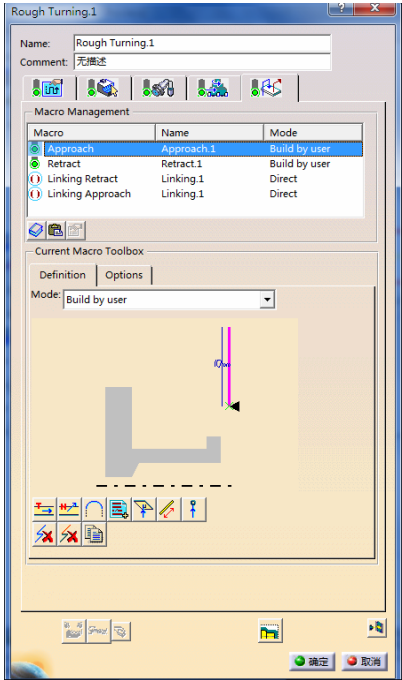

图 7-87 设置 “Approach” 参数 (3)
- 在“Macro Management”区域中的列表框中选择“Approach”，单击鼠标右键，在弹出的快捷菜单中选择 Activate 命令，在“mode”下拉列表中选择“Build by user”，然后单击 Remove all motion 按钮和 Add Horizontal motion 按钮，设置“Approach”参数（3）如图 7-87 所示。